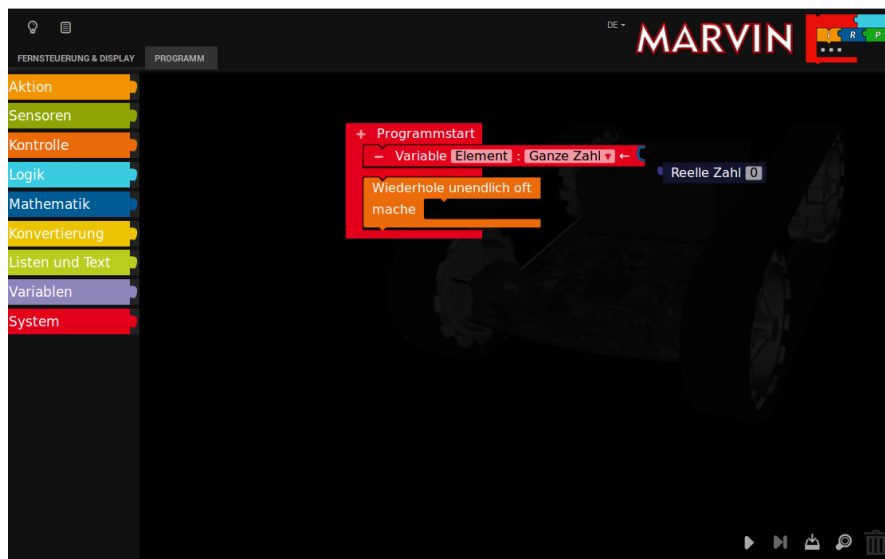

Abbildung 3.4 Nicht passende Blocktypen in iRP
- Passen Blöcke logisch nicht zusammen kann man sie nicht an den anderen Block anhängen. Im Beispiel passt der Block „Reelle Zahl“ logisch nicht zu einer „Ganzen Zahl“ (Abbildung 3.4).